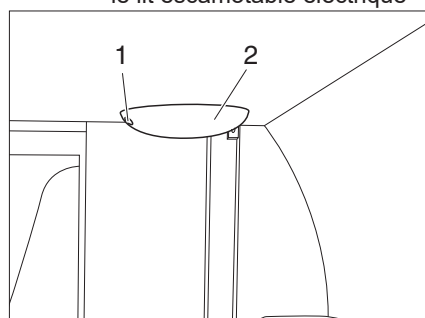

Fig. 57 Fonctionnement de secours
Le lit escamotable électrique est équipé d'un fonctionnement de secours (Figure 57, 2). En cas de panne électrique, le lit escamotable peut être manœuvré manuellement à l'aide d'une manivelle. La manivelle se trouve dans le sac avec les modes d'emploi.
- Insérer la manivelle dans l'ouverture (Figure 57, 1) du fonctionnement de secours et tourner jusqu'à ce que le lit escamotable se trouve à la hauteur désirée.